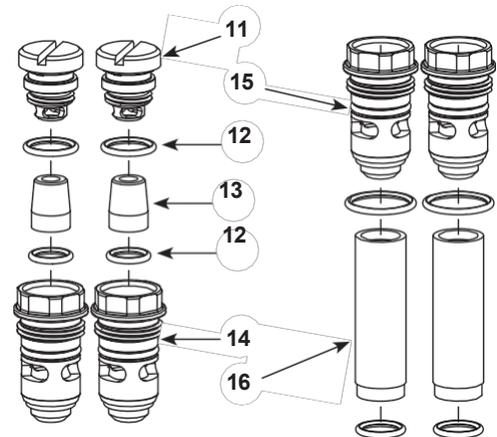

Figura 25 Montaje de los racores en los tubos de fluidización
4. Véase la figura 25. Montar las válvulas de retención (13) Junte las juntas tóricas (12), los tapones de acceso (14) y las tapas de ajuste (11) antes de volver a colocar los tubos de fluidización (16). Una vez hecho esto, monte los tapones de acceso completos (15) y las juntas tóricas adicionales en los tubos de fluidización (16).